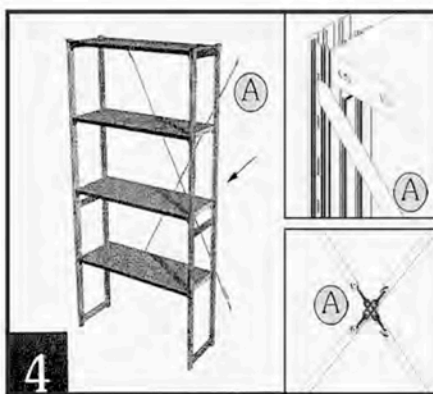

Рис.4 Установка крестовины жесткости
4. Крестовина жесткости располагается с задней стороны стеллажа, вставьте зацепы крестовины жесткости в отверстия торца противоположных спаренных стоек на одном уровне, согните их под углом 45 градусов по направлению к центру стеллажа, соединение пластин крестовины происходит с помощью двух талрепов (крюк-крюк) (рис.4).